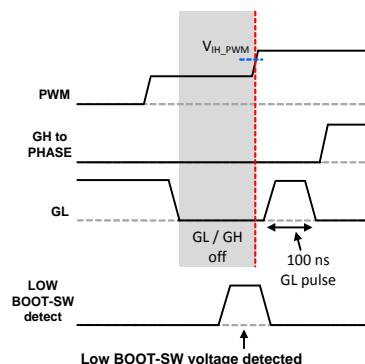

图 32. 检测到较低的 BOOT-SW 电压并且 PWM 从三态变为高电平
- 如果该部分以较低的 BOOT-SW 电压退出三态状况并且控制器发出 PWM=HIGH 的指令，SPS 会输出一个 100 ns 的 GL 脉冲并且执行 PWM=HIGH 指令（参见图 32）。